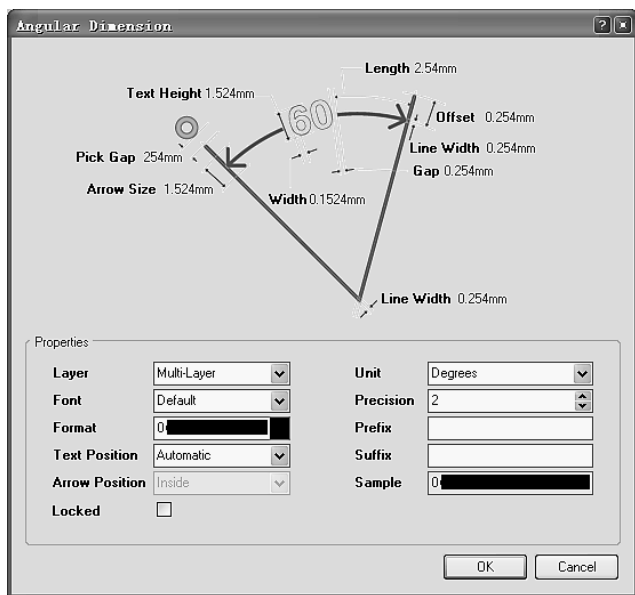
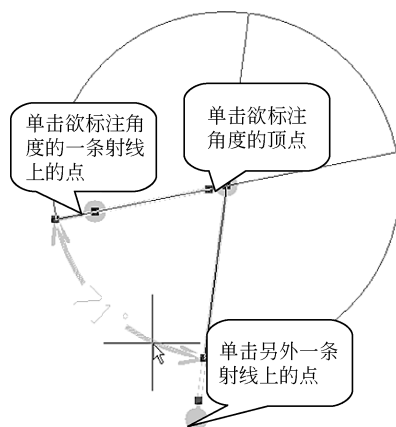

图 8-1-10 Angular Dimension 对话框
图 8-1-11 角度标注过程
(1) 单击 Utilities 工具栏中的尺寸工具按钮，在弹出的工具栏中单击角度标注按钮，或执行菜单命令 Place→Dimension→Angular。
(2) 按【Tab】键，打开如图 8-1-10 所示的 Angular Dimension 对话框。该对话框各参数设置与 Linear Dimension 对话框中的对应项相同，故本处不再赘述。
(3) 在 Angular Dimension 对话框中设置角度标注的属性，单击【OK】按钮。
(4) 移动鼠标指针，在工作区选择欲标注的角度的顶点并单击，确定该顶点。
(5) 单击欲标注角度的一条射线上的点，确定该射线。
(6) 单击欲标注角度的顶点，然后单击另外一条射线上的点，确定另一条射线。
(7) 移动鼠标指针，调整标注文本位置，单击完成角度标注。操作过程如图 8-1-11 所示。